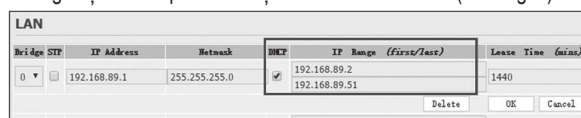

Fig. 2
5. Asigurați-vă de faptul că funcția DHCP este activată. (Vezi Fig. 2)